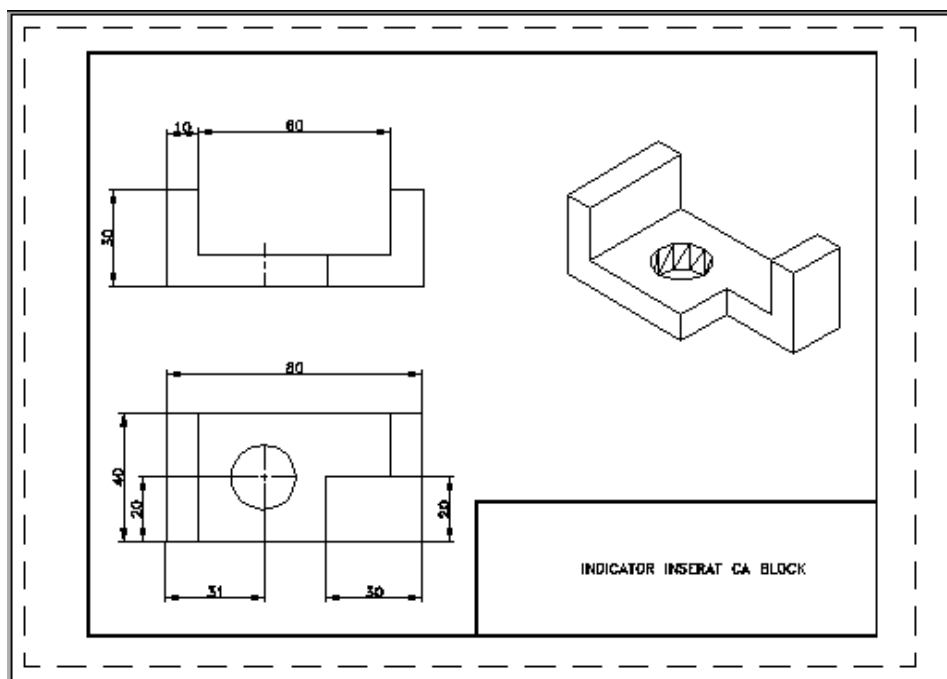

Fig. 2.65
16. Desenul este pregătit pentru adăugarea cotelor și celorlalte elemente necesare pentru reprezentarea bidimensională standardizată (fig. 2.65).